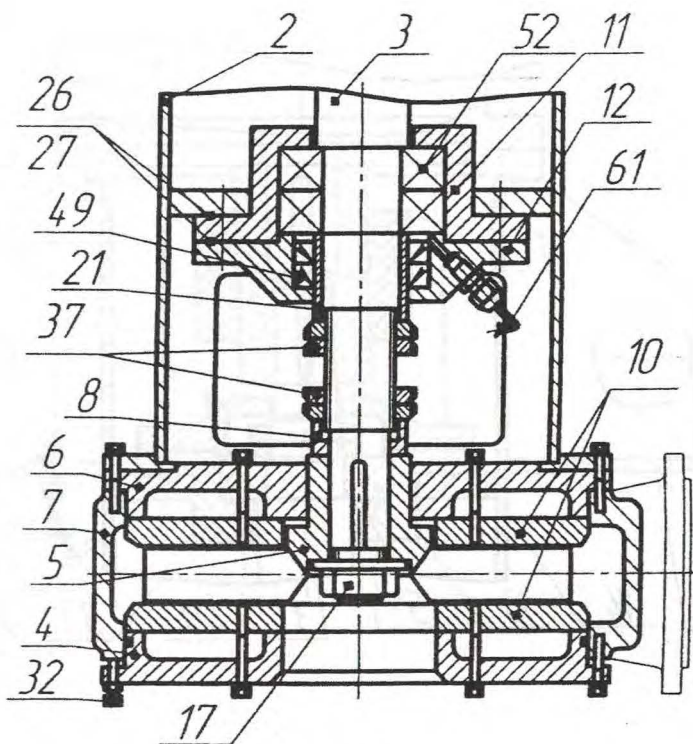

Рис.3
17.5 Необходимо следить за износом рабочих органов насоса, при незначительном износе произвести регулировку зазора между плитами 10 и рабочим колесом 5, рис.3, приложения.
21.4 При сборке необходимо установить зазор между рабочим колесом и плитами в пределах от 0,3 мм до 1,0 мм. Зазор между верхней плитой и лопастями рабочего колеса регулируется гайками 37, установленными на шейке вала. Зазор между рабочим колесом и нижней плитой регулируется при установке нижней крышки улитки, при помощи регулировочных болтов 37, Рис.3, приложения.